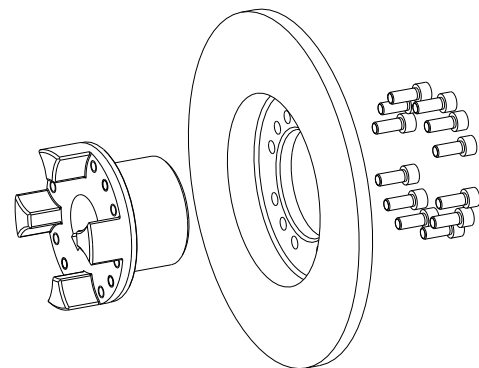

Bild 8: Montage Bremstrommel/-scheibe auf FN-Nabe
- Schieben Sie die Bremstrommel/-scheibe auf die FN-Nabe (siehe Bild 8). Verschrauben Sie die Teile zunächst handfest.